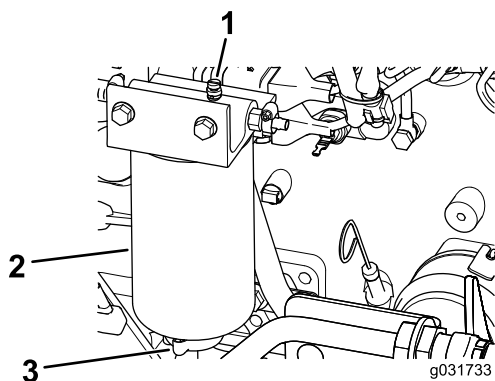

Figura 105
2. Liberte a válvula de escoamento que se encontra na zona inferior do filtro (Figura 105).
2. Drene algum combustível ao desapertar o tampão de ventilação e abra a válvula de drenagem (Figura 105).